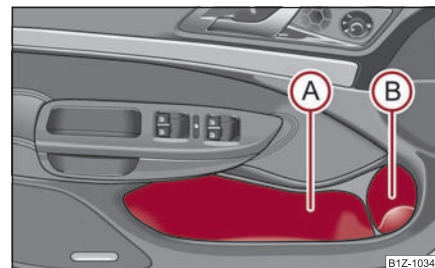

Fig. 125 Compartimento guardaobjetos en las puertas delanteras
A fin de no menoscabar el radio de acción del airbag lateral, utilice la zona (A) ⇒ fig. 125 del portaobjetos sólo para depositar en ella objetos que no sobresalgan. ■